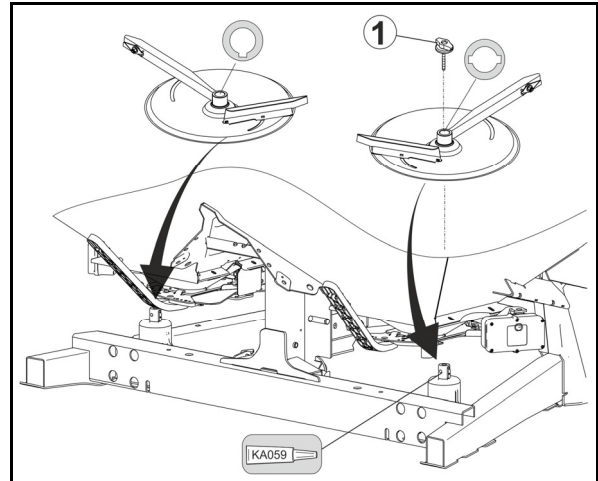

Fig. 63
1. Retirar la tuerca de mariposa (Fig. 63/1).